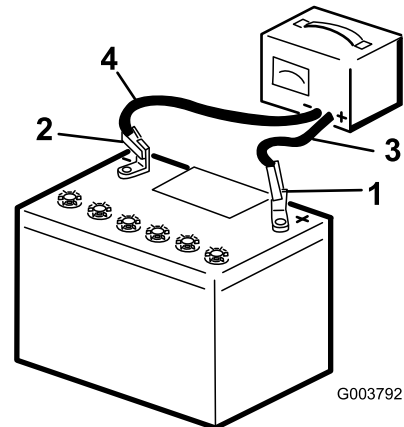

Bild 40
3. Laden Sie die Batterie 10 bis 15 Minuten lang mit 25 bis 30 A oder 30 Minuten lang mit 4 bis 6 A (Bild 40). Überladen Sie die Batterie nicht.
4. Wenn die Batterie voll geladen ist, ziehen Sie den Stecker des Ladegeräts aus der Dose. Klemmen Sie dann die Klemmen des Ladegeräts von den Batteriepolen ab (Bild 40).